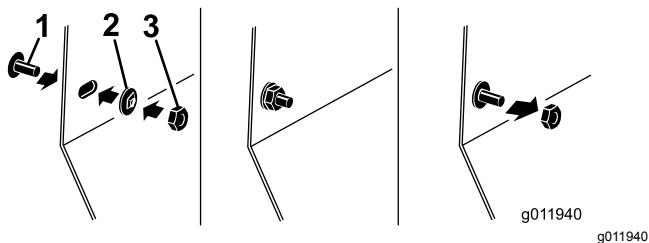

Figura 3
3. Montate il dado esagonale (5/16") sulla vite per serrare il dado in gabbia contro il pannello laterale (Figura 3).
2. Montate le 2 viti (5/16" x 3/4") sul pannello laterale e ruotatele per montare i 2 dadi in gabbia (5/16") sulla vite (Figura 3).